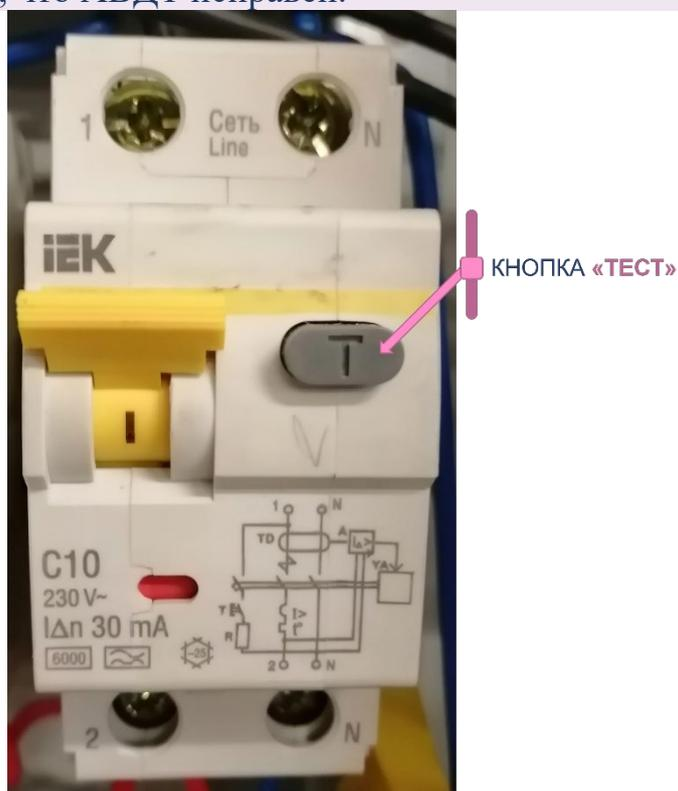

Рисунок 21. Кнопка «Т»
- 13 – Нажмите кнопку «Тест» (см. **Рисунок 21**).